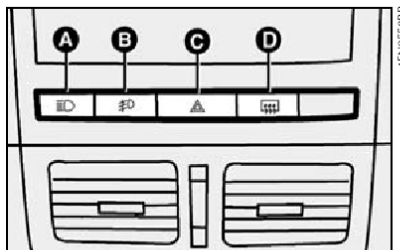

fig. 57
**B** - Botão com indicação de função ativada no quadro de instrumentos para ligar/desligar os faróis auxiliares. Só funciona a partir do acionamento das luzes externas de posição. Os faróis auxiliares são desligados cada vez que a chave de ignição for desligada. Para ligá-lo novamente é necessário pressionar o botão **B**-fig. 57.
## Desembaçador do vidro traseiro fig. 57
## PREDISPOSIÇÃO PARA FARÓIS AUXILIARES fig. 57
## BOTÕES DE COMANDO fig. 57